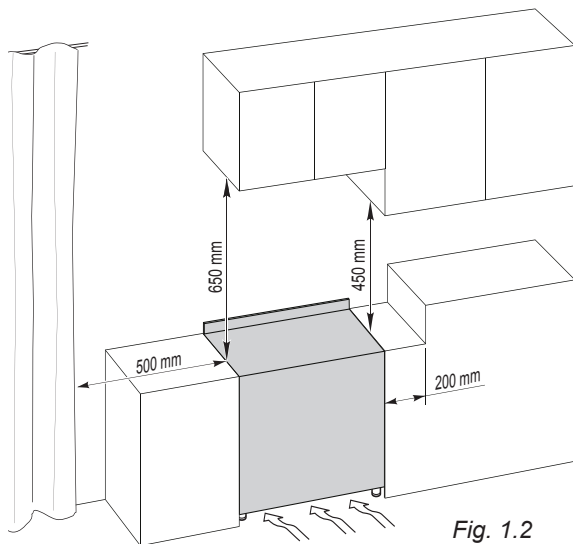

Fig. 1.2
■ Classe 2 ■ Sottoclasse 1 (fig. 1.2)